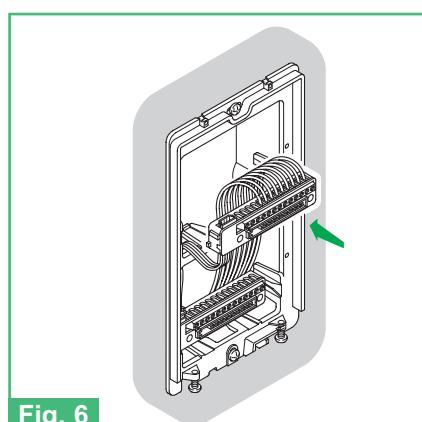

Fig. 6
- Fig. 6** Cablaggio morsettiera inserita o estraetta
- Fig. 6** Cabling terminal board inserted or withdrawn
- Fig. 6** Câblage boîte à bornes insérée ou retirée
- Fig. 6** Aansluitblok plaatsen of verwijderen